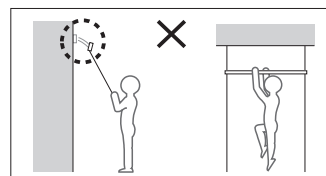

図4
- ・製品を故意に強く引張ったり、揺らしたりすると吊り元が破損したり展示物が落下する恐れがあり大変危険です(図4)。お子様が遊んだりしないようご注意ください。
- ・人が乗ったり、ぶら下がるなどの人命に関わる用途には絶対に使用しないでください(図4)。